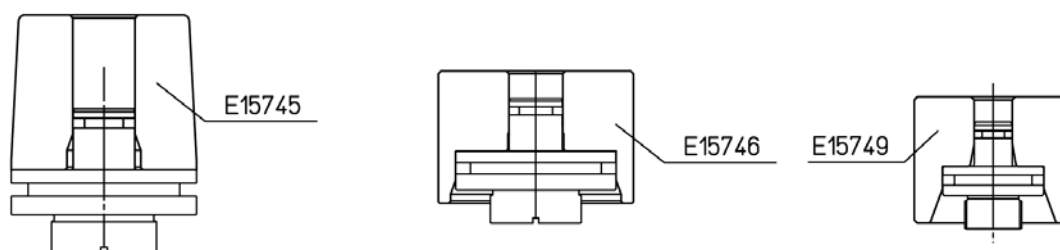

Fig. 53 – Outils pour la mise en forme des joints ronds (OR)
4. Une fois les joints insérés sur les pistons, il est conseillé de les mettre en forme à l'aide de l'outil approprié (Fig. 53), qui permet de rétablir les conditions de travail correctes de ces joints. Cet outil aussi peut être fourni par Thermoplay, sur demande. Pour le code à citer lors de vos commandes, consultez le catalogue Thermoplay.